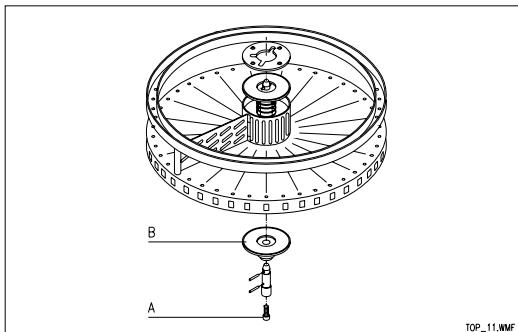

FIG. 11
- c) controllare che la distanza tra il primo cono nella zona B e la flangia in alto sia mm 1207; in caso regolare tramite la vite A la quota (vedi FIG. 11).